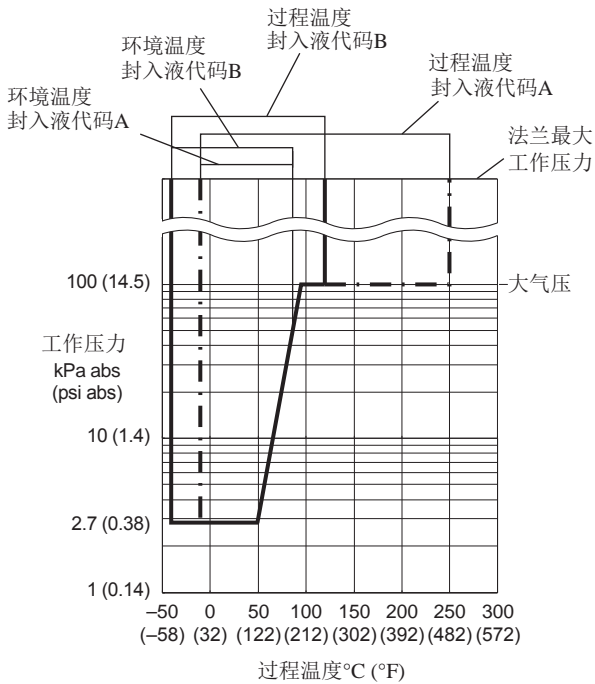

图1. 工作压力和过程温度
大气压或低于大气压见图1
*1 见图1 “工作压力和过程温度”。